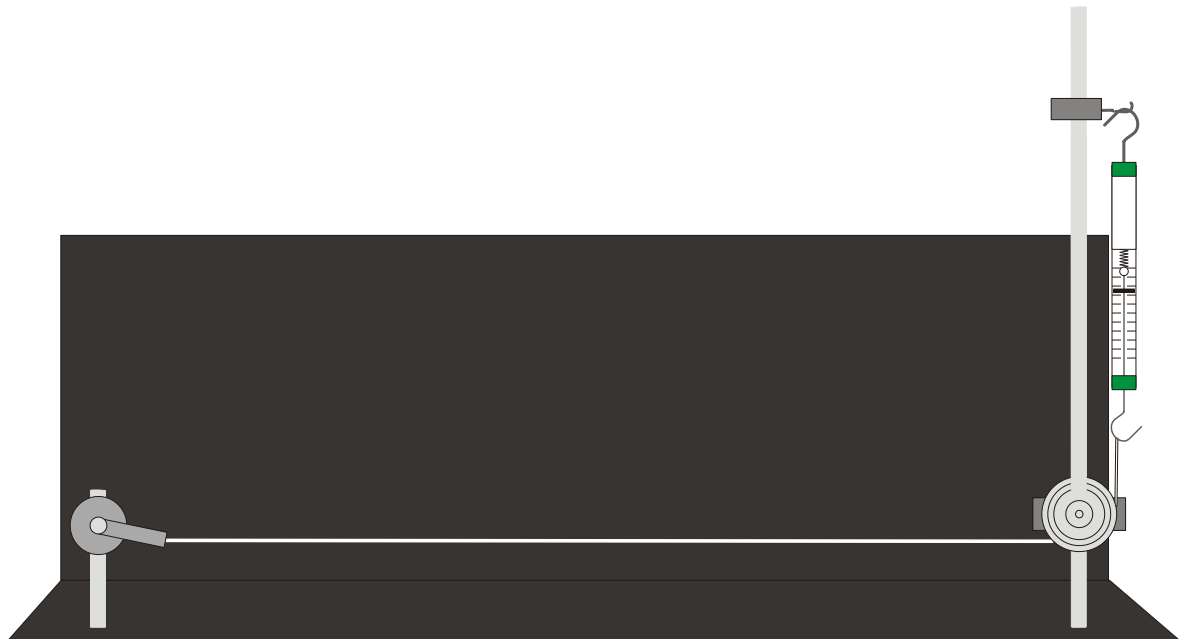

Fig. 1 Experimenteller Aufbau
- Realice el montaje experimental según la Fig. 1.